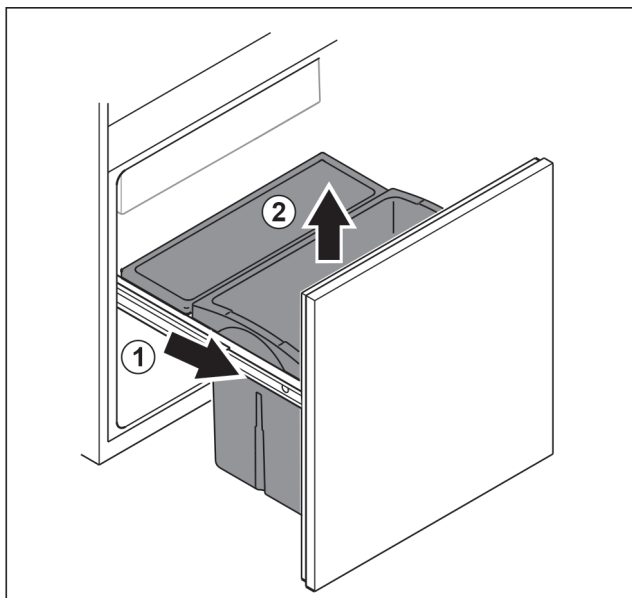

Fig. 100
- ▶ Wysunąć wózek wysuwany do oporu. Fig. 100 (1)
- ▶ Wyjąć szufladę do góry. Fig. 100 (2)